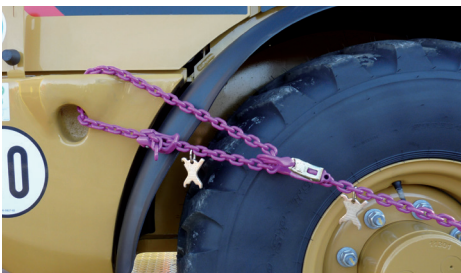

Abb. 8: freier unverkürzter Kettenstrang
- Montieren Sie die Multi-Verkürzungsklaue nur im freien unverkürzten Kettenstrang (Abb. 8).